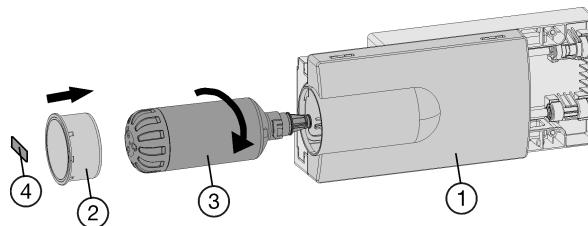

Fig. 49
- Coloque el filtro de agua *Fig. 49 (3)* y gírello unos 100 ° hacia la derecha hasta que haga tope.
- Introduzca el cajón *Fig. 49 (1)*.
- Coloque la tapa del filtro *Fig. 49 (2)*.
- Anote la fecha de la próxima sustitución en la etiqueta adhesiva *Fig. 49 (4)* suministrada y pegue dicha etiqueta en el módulo.